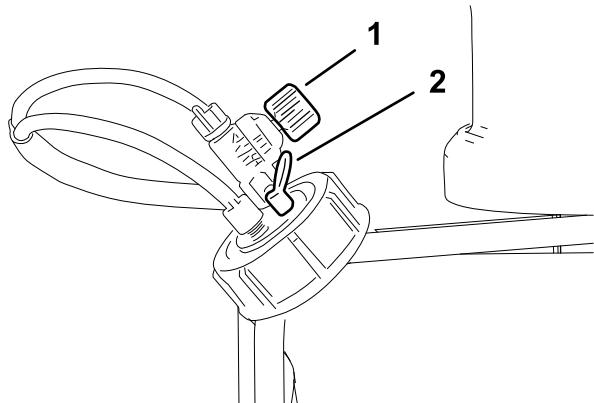

Figura 10
Valvola del regolatore della schiuma. Questa valvola regola la consistenza della soluzione schiumosa. La regolazione della valvola consente di regolare la quantità di soluzione saponata inviata agli ugelli della schiuma. Aumentando il flusso si ottengono erogazioni di schiuma più copiose e frequenti; diminuendo il flusso si ottengono erogazioni di schiuma più esigue e meno frequenti (Figura 10).
Valvola di sfiato della pressione. Tirate verso l'esterno la linguetta rossa sul tappo del serbatoio per sfiatare la pressione nel serbatoio (Figura 10).
5. Per l'operazione iniziale, aprite la valvola di regolazione della densità della schiuma da 1/8 a 1/4 di giro (Figura 10).